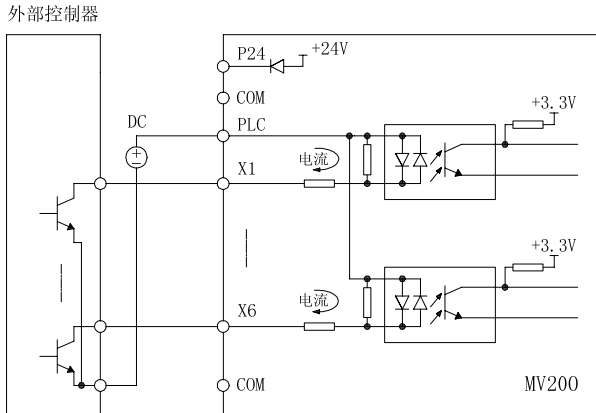

图3-15 使用外部电源的源极连接方式
3) 使用外部电源的源极连接方式（注意：必须去除用户端子上 PLC 与 P24 间的短接片），如图 3-15 所示。